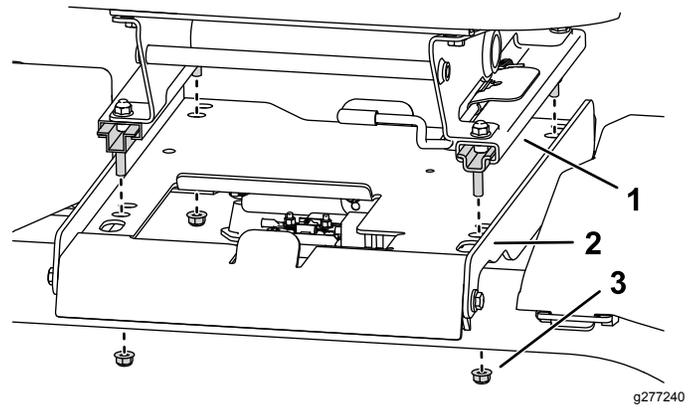

Bild 3
4. Entfernen Sie die vier Muttern und werfen Sie sie weg, mit denen die Sitzschienen an der Sitzpfanne befestigt sind; nehmen Sie den Sitz ab (Bild 3).